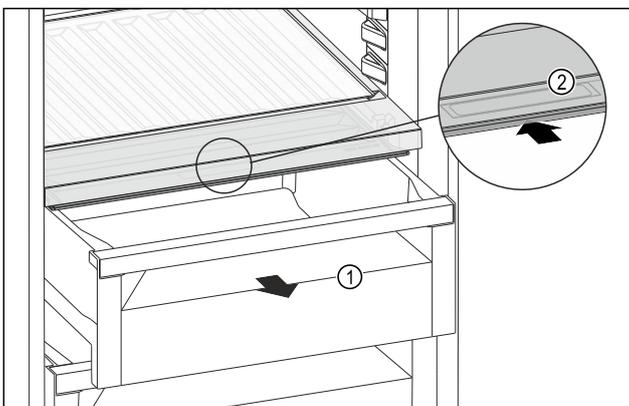

Fig. 87
- ▶ Schubfach Fig. 87 (1) herausziehen.
- ▶ Griffmulde Fig. 87 (2) am Fachdeckel anfassen und Fachdeckel gleichzeitig nach hinten schieben.